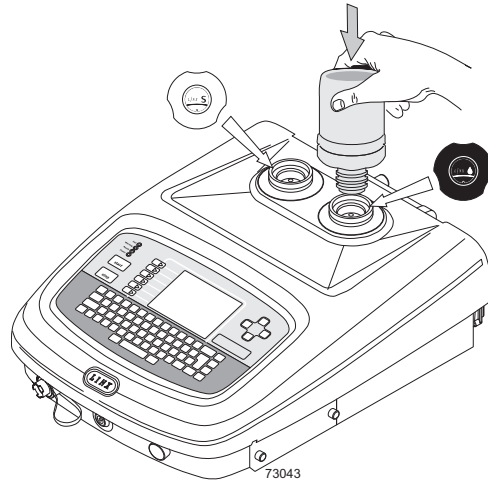

Рис. 6-7. Заправка чернил и растворителя
5. Снимите крышку с бутылки, затем переверните бутылку в нужное заливное отверстие, как показано на Рис. 6-7.